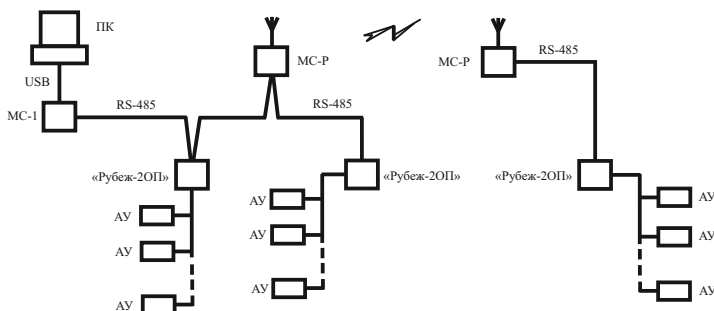

Рисунок 1
1.2 МС-Р выполняет функцию удлинения линии интерфейса RS-485 (рисунок 1) и передачи ее по радиоканалу.